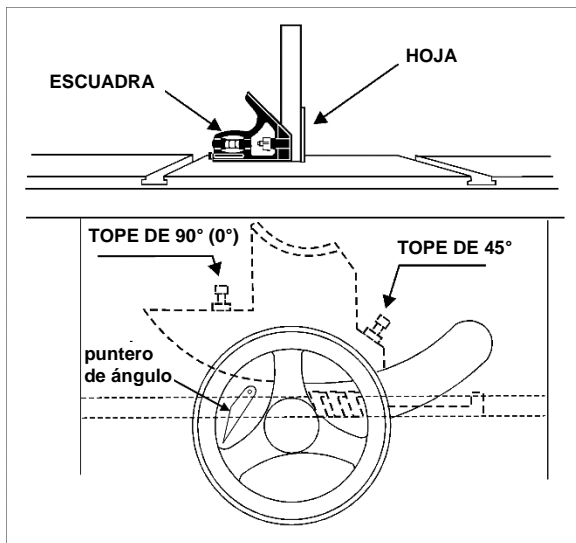

Figura 8-5
5. Si es necesario hacer algún ajuste, afloje la tuerca en el tornillo de tope de 90° (Figura 8-5) con una llave de 13 mm, y gire el tornillo a la altura apropiada. Verifique el ajuste y vuelva a apretar la tuerca contra el muñón.
6. Compruebe la posición del puntero en la escala (Figura 8-5). Si es necesario, afloje el tornillo y ajuste el puntero a cero. Vuelva a apretar el tornillo
Ajuste el tope de 45° mostrado en la Figura 8-5. Confirme el ajuste, y después reajuste la tuerca.